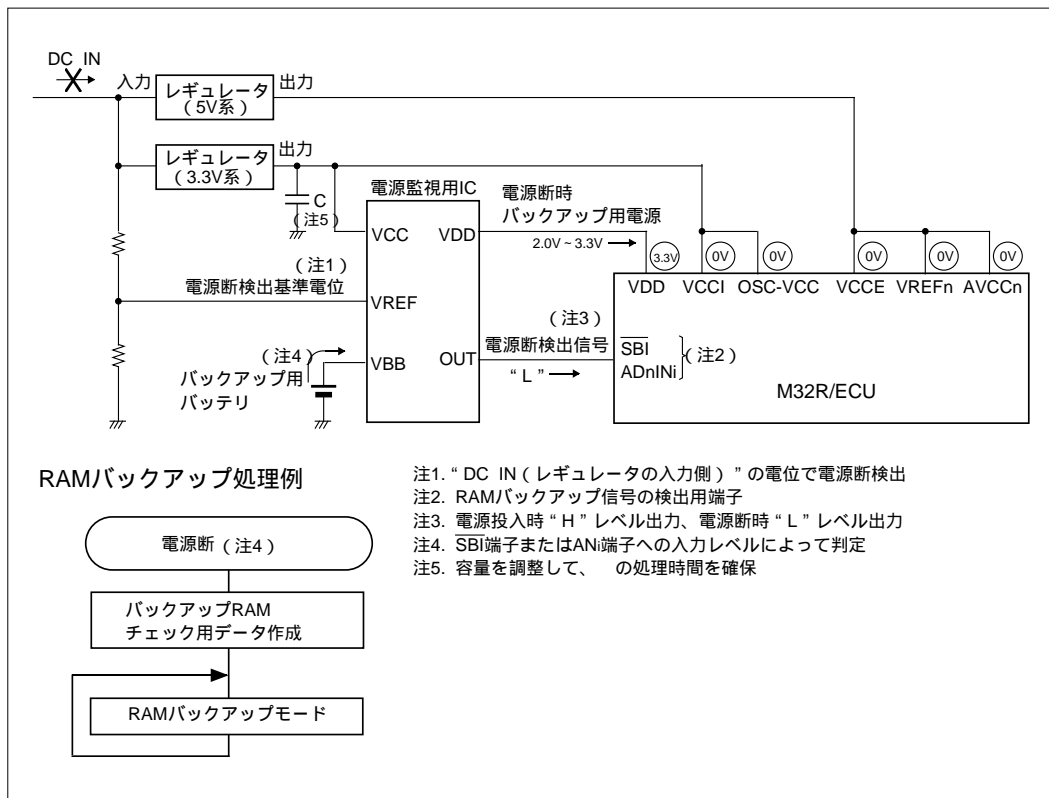

図19.2.3 電源断時のRAMバックアップ時の状態
図19.2.3に電源断時のRAMバックアップの状態を示します。電源が切れると電源監視用ICによって、バックアップ用バッテリーから電流が供給されます。また、電源監視用ICの電源断検出信号端子から“L”レベルが出力され、SBI端子またはADnINi端子は“L”レベルになりRAMバックアップ信号の発生となります(図19.2.3の)。電源断検出判定は、電源断時のソフトウェア処理時間を確保するため、必ず“DC IN(レギュレータの入力側)”の電位で行う必要があります。
(1) RAMバックアップモードから通常モードに復帰したときに、RAMのデータが正常に保存されていたかのチェック用データを作成(図19.2.3の)。
(1)の設定後、VCCへの電流の供給が切れると、VDD端子は2.0V～3.3V、その他の端子は0Vになり、M32R/ECUはRAMバックアップモードになります(図19.2.3の)。